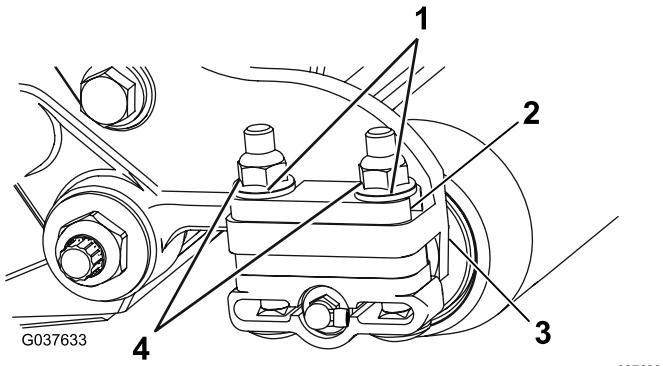

Figura 7
1. Retire las 2 contratuerca con arandela prensada que sujetan cada soporte de rodillo a las chapas laterales (Figura 7). **Retire también cualquier espaciador de 6 mm colocado encima de la brida de montaje de la chapa lateral.**